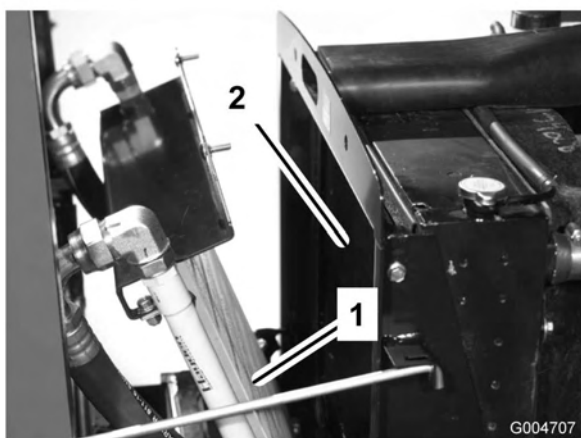

Figura 62
3. Incline o refrigerador de óleo para trás. Limpe ambos os lados do refrigerador do óleo e a zona do radiador (Figura 62) com ar comprimido. Comece do lado da ventoinha e sobre os detritos para trás. Depois, limpe a partir da parte posterior e sobre na direcção da parte frontal. Repita o procedimento várias vezes até remover toda a sujidade e detritos.